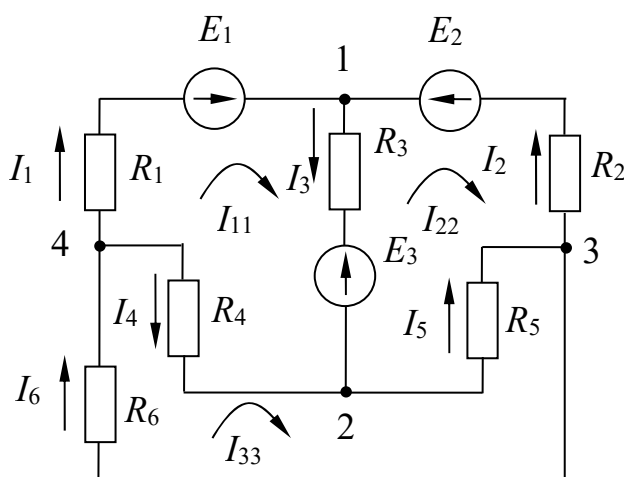

Рисунок 6 – Электрическая цепь к примеру расчета методом непосредственного применения законов Кирхгофа и методом контурных токов
**Задача 1.** Рассмотреть пример расчета электрической цепи (рисунок 6) методом непосредственного применения законов Кирхгофа и методом контурных токов.